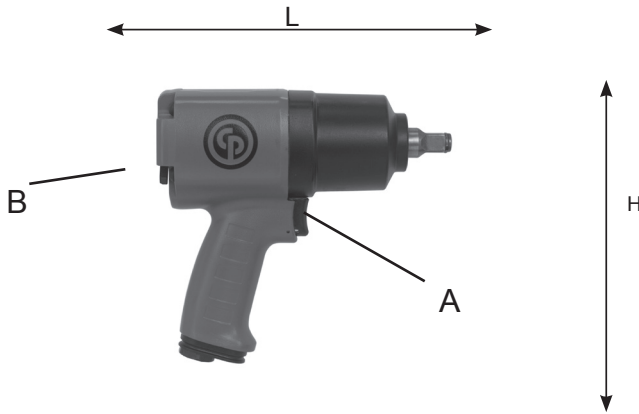

Fig. 2
**1. Technical Data (see Fig 2.)**
## 1. Datos técnicos (ver Fig. 2).